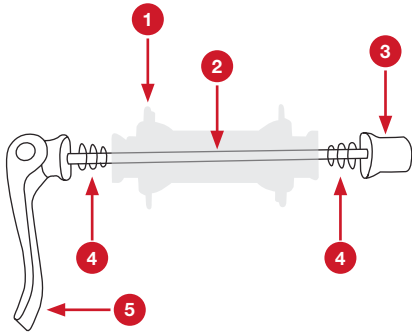

Figura 37. Cubo e peças de blocagem rápida:
Esta seção informa como operar (abrir e fechar) uma blocagem rápida de roda convencional (Figura 37). Para uma operação e ajuste corretos e seguros de uma blocagem rápida de roda, leia e siga estas instruções com atenção.
4. Alinhe as alavancas de forma que elas não toquem em nenhuma parte da bicicleta ou acessório (como bagageiro ou paralamas) para que obstáculos no trajeto da bicicleta não possam prender as alavancas (figura 37).